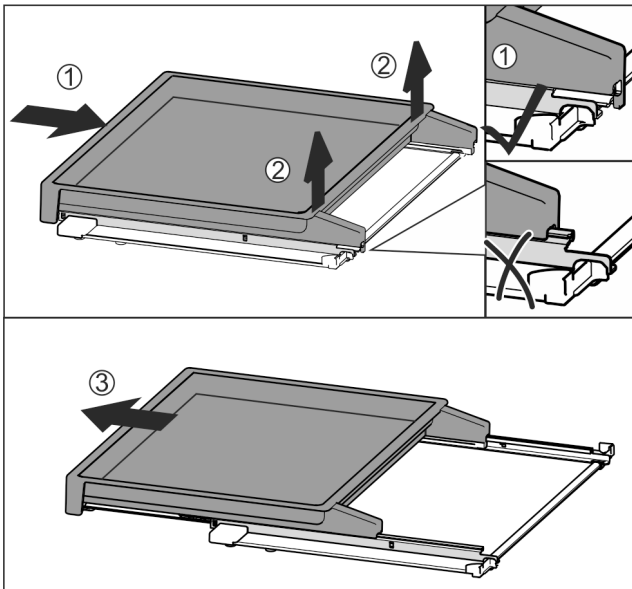

Fig. 80
- ▶ Auszugsbord vollständig einschieben Fig. 80 (1).
- ▶ Verrastung an hinterer Seite lösen Fig. 80 (2).
- ▶ Auszugsbord nach vorne herausnehmen Fig. 80 (3).